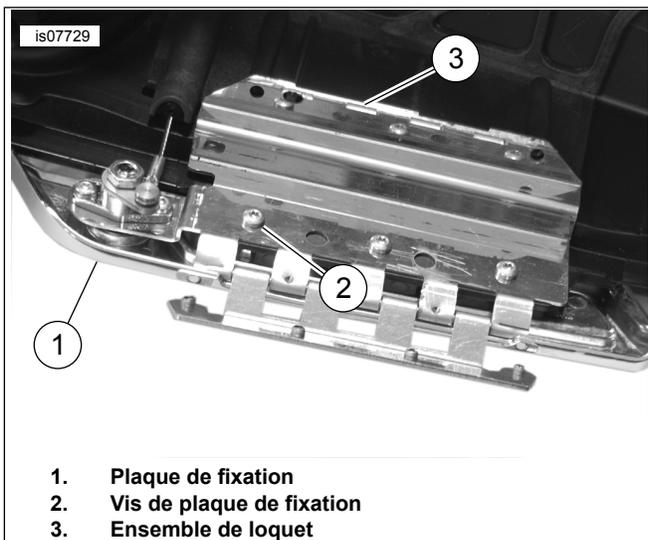

Figure 6. Ensemble de plaque de fixation et de loquet
6. Voir Figure 6 . Tenir la plaque de fixation (1) et poser trois vis (2). Serrer.